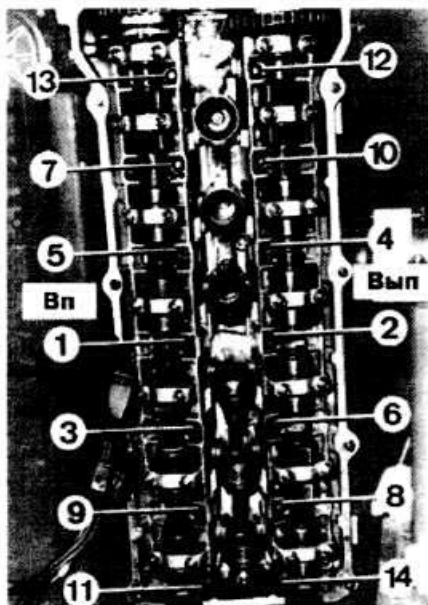

Рис. 2-27. Порядок затяжки болтов крепления головки цилиндров:
- Отвернуть болты крепления головки цилиндров в порядке, обратном их затяжке (рис. 2-27).
- Затянуть болты крепления головки цилиндров в порядке, указанном на рис. 2-27, соблюдая моменты затяжки, указанные в подразделе «Конструкция и технические характеристики».